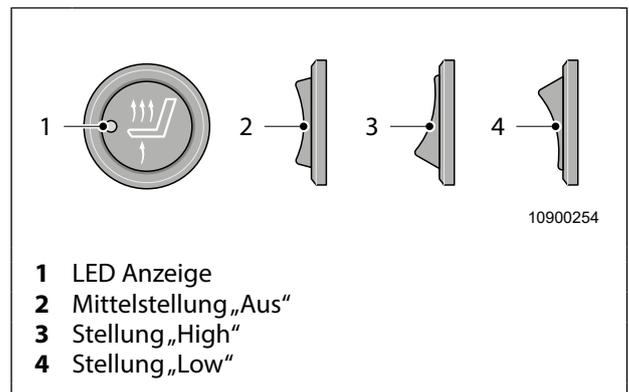

Abb. 2 Sitzheizungsschalter
1. Sitzheizungsschalter auf Stufe „High“ (Abb. 2, Pos. 3) nach oben drücken.
Die LED (Abb. 2, Pos. 1) leuchtet rot. Die Aufheizzeit beträgt etwa 2 Minuten.
1. Sitzheizungsschalter auf Stufe „Low“ (Abb. 2, Pos. 4) nach unten drücken.
Die LED (Abb. 2, Pos. 1) leuchtet grün. Die Aufheizzeit beträgt etwa 6 Minuten.
1. Sitzheizungsschalter in Mittelstellung (Abb. 2, Pos. 2) drücken.